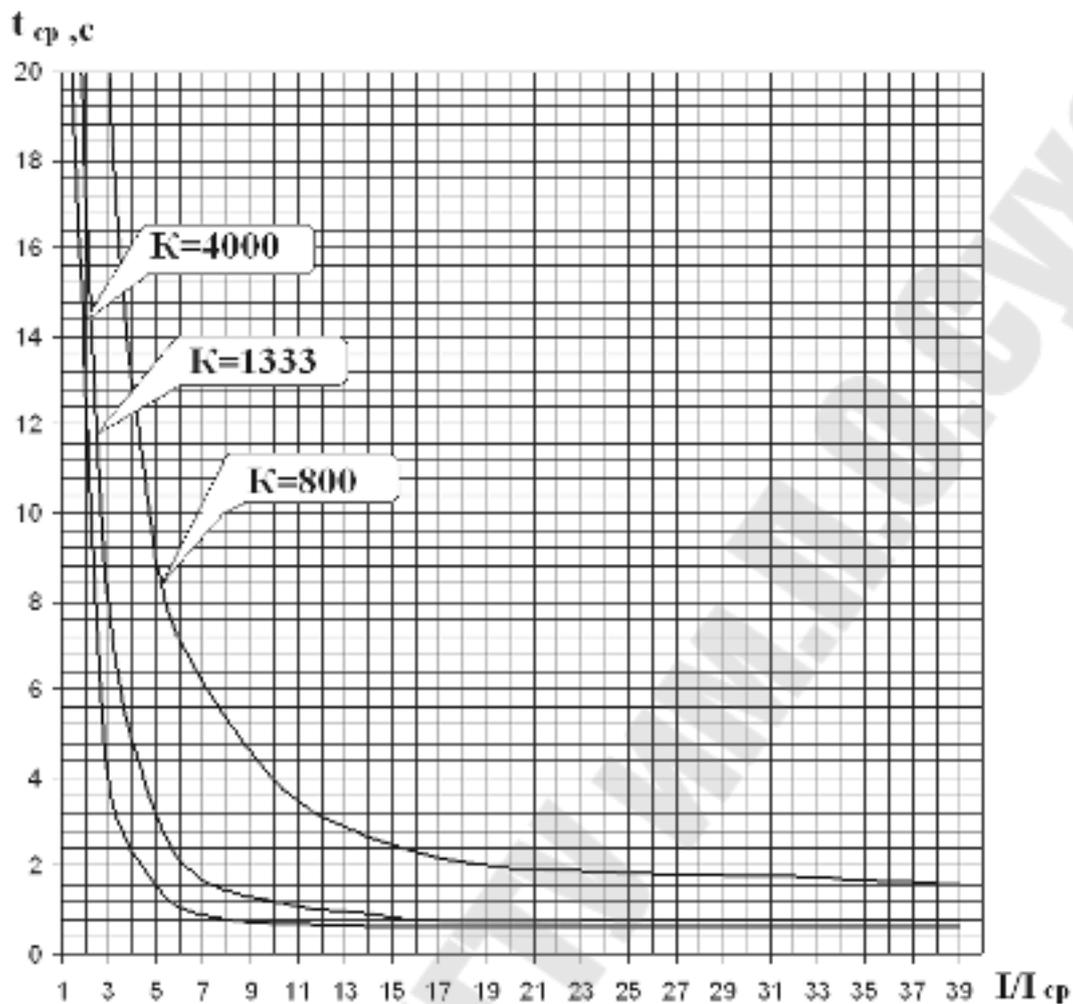
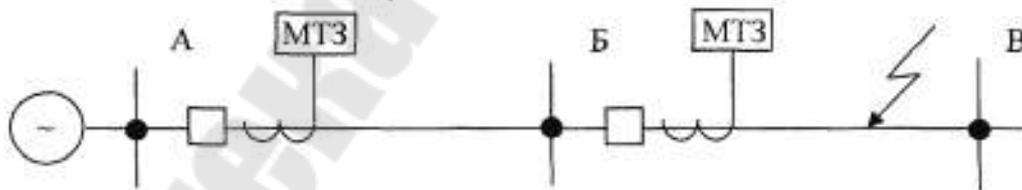

Рис. 25.1. Графики зависимой характеристики МТЗ
Рис. 25.2. К выбору зависимой характеристики смежных участков.
где: K - коэффициент, характеризующий вид зависимой характеристики (Рис. 25.1);
На рис. 25.1 представлены графики зависимых характеристик с различными значениями коэффициента K. Для выбора уставки коэффициента K рекомендуется:
2. Если защита устанавливается на последовательных участках ЛЭП (рис. 25.2), то выбор характеристики осуществляется по принципу селективной работы защит смежных участков.
Зависимая характеристика защиты участка АБ выбирается таким образом, чтобы время ее срабатывания было на ступень селективности больше времени срабатывания защиты участка БВ (рис. 25.2). Таким образом, согласно рис. 25.1 ступень зависимой характеристики защиты участка АБ должна располагаться выше ступени зависимой характеристики защиты участка БВ.